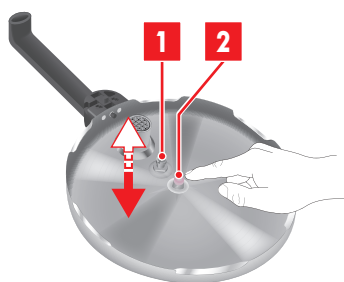

Fig. 8: Vérifications de sécurité
1. Vérifiez la bonne marche de la soupape de sécurité (fig. 8/1) et de l'indicateur de pression (fig. 8/2).